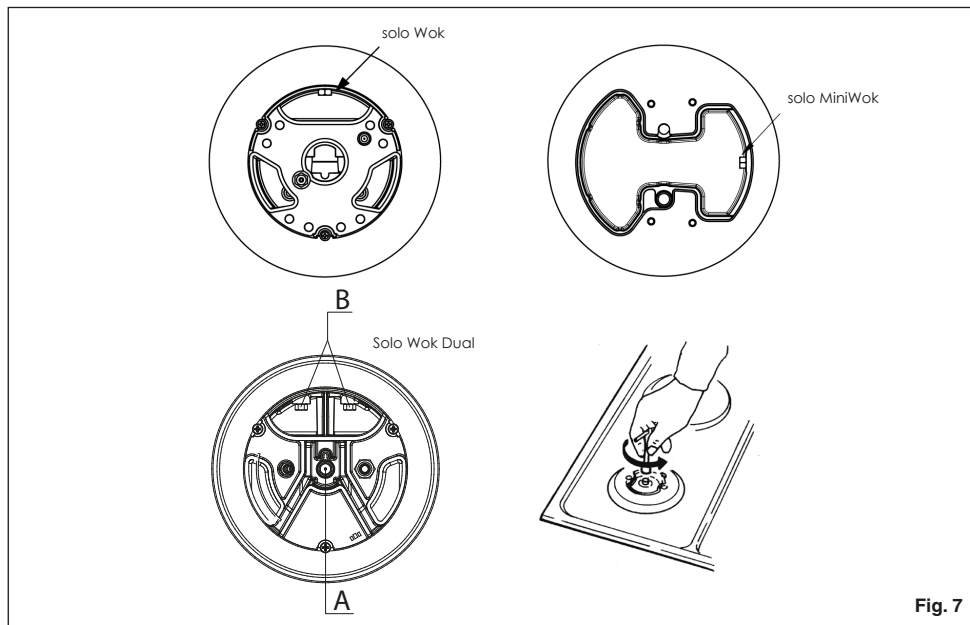

Fig. 7
Adaptação a diversos tipos de gás (Fig. 7)
- substitua os bicos (Fig.7) com outros próprios ao tipo de gás que utilizar (veja a tabela relativa às "Características das peças a utilizar";